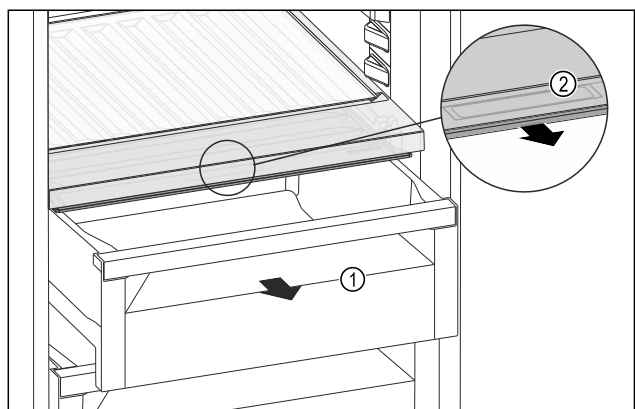

Fig. 183
- Retirer le tiroir Fig. 183 (1).
- Saisir la poignée encastree Fig. 183 (2) du couvercle du compartiment et tirer le couvercle du compartiment par l'avant.